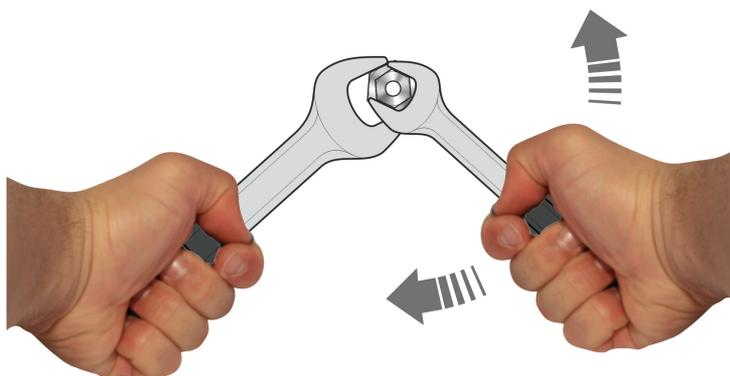

Fig. 2. Montaggio/smontaggio corretto dei raccordi
**ATTENZIONE:** Quando si montano/smontano i raccordi per sostituire i filtri o collegare gas diversi, è molto importante trattenere saldamente i raccordi già montati, per evitare di danneggiare i gruppi esistenti (vedere la Fig. 2).